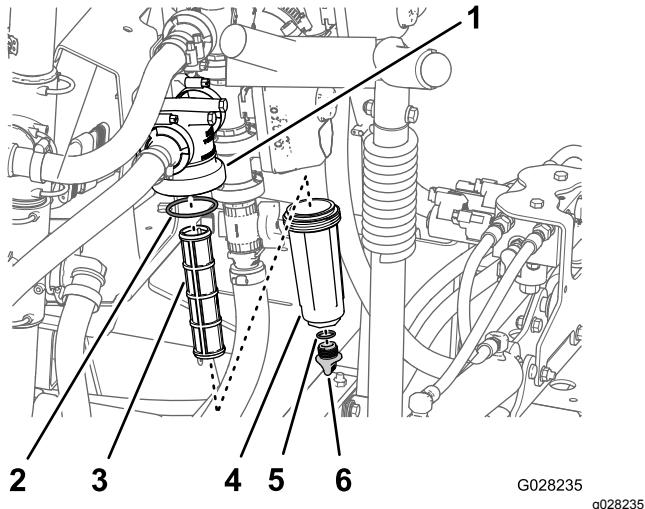

Figure 53
- Placez un bac de vidange sous le filtre sous pression (Figure 53).
3. Tournez le bouchon de vidange dans le sens antihoraire et déposez-le de la cuvette du filtre sous pression (Figure 53).
4. Tournez la cuvette dans le sens antihoraire et déposez la tête du filtre (Figure 53).
5. Retirez l'élément du filtre sous pression (Figure 53).
7. Contrôlez l'état et l'usure du joint du bouchon de vidange (à l'intérieur de la cuvette) et du joint de la cuvette (à l'intérieur de la tête du filtre) (Figure 53).
8. Montez l'élément filtrant dans la tête du filtre sous pression (Figure 53).
9. Vissez la cuvette sur la tête du filtre à la main (Figure 53).
10. Vissez le bouchon de vidange sur le raccord au fond de la cuvette et serrez-le à la main (Figure 53).